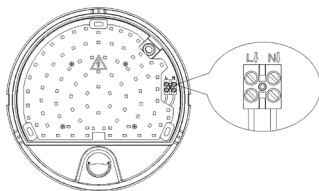

Imagen 2 / Picture 2 /
- Pasar los cables por los orificios de la base y conectarlos según el esquema de conexión. (Imagen 2/Pág. 4)